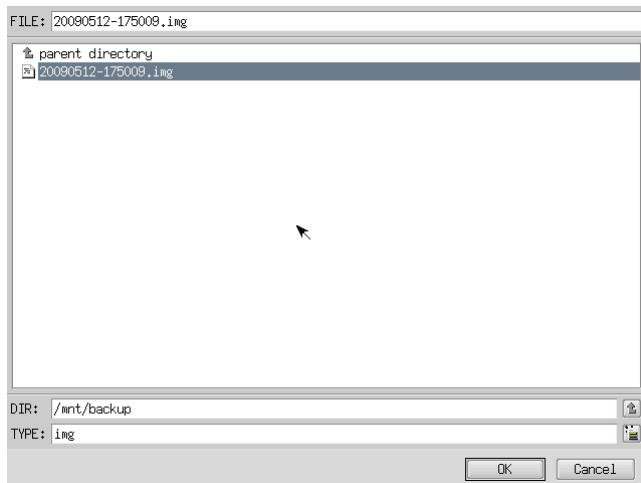

図 6-4-3. ファイル参照画面
- ④ ファイル参照画面（図 6-4-3）が表示されます。②で接続したメディアは、/mnt にマウントされていますので、/mnt 以下から目的のファイルを探してください。[OK]を押すとファイル選択画面にもどります。